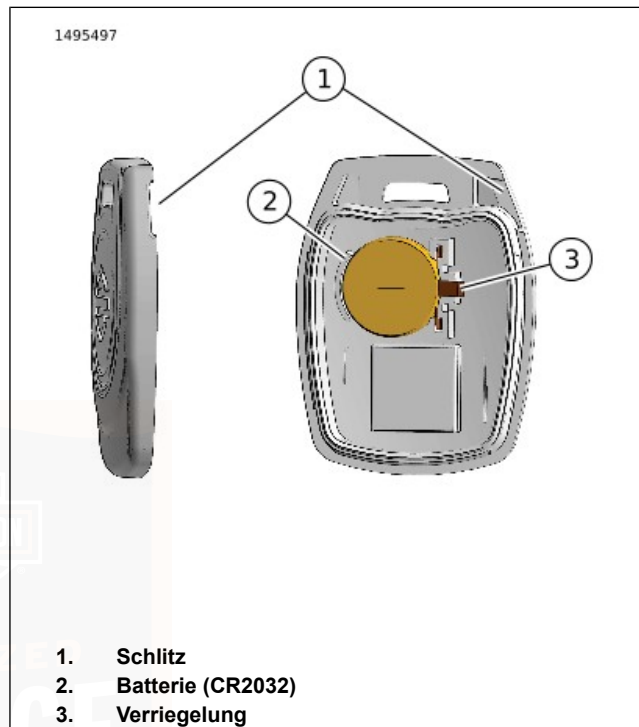

Abbildung 19. Schlüsselanhängerbatterie austauschen
- Siehe Abbildung 19. Die Seriennummer auf dem Schlüsselanhänger befindet sich auch auf der Innenseite des Schlüsselanhängers.
1. Siehe Abbildung 19. Zum Öffnen des Schlüsselanhängers den Schlitz (1) mit einem dünnen Gegenstand drehen.
2. Die Batterie (2) herausnehmen und gemäß den örtlichen Bestimmungen entsorgen.